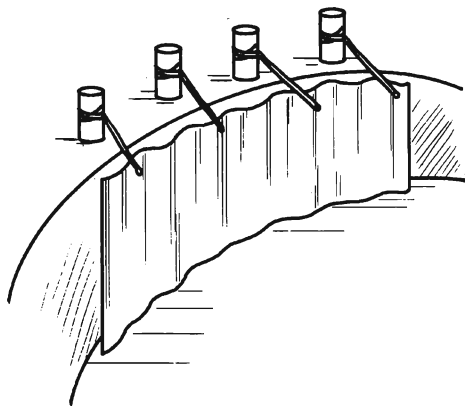

Рис. 39. Крепление листов шифера к стенкам круглого бассейна с помощью кольев
*Этап IV.* После завершения земляных работ возведенные стенки укрепляют шифером. Он очень удобен в работе, так как отдельные листы можно легко распилить на 2 или 3 части. Данный строительный материал обычно закрепляют с помощью врытых в землю металлических труб, но иногда вкапывают нижние концы листов в землю, а верхние привязывают к кольям, утопленным в землю за выставленными стенками (рис. 39).